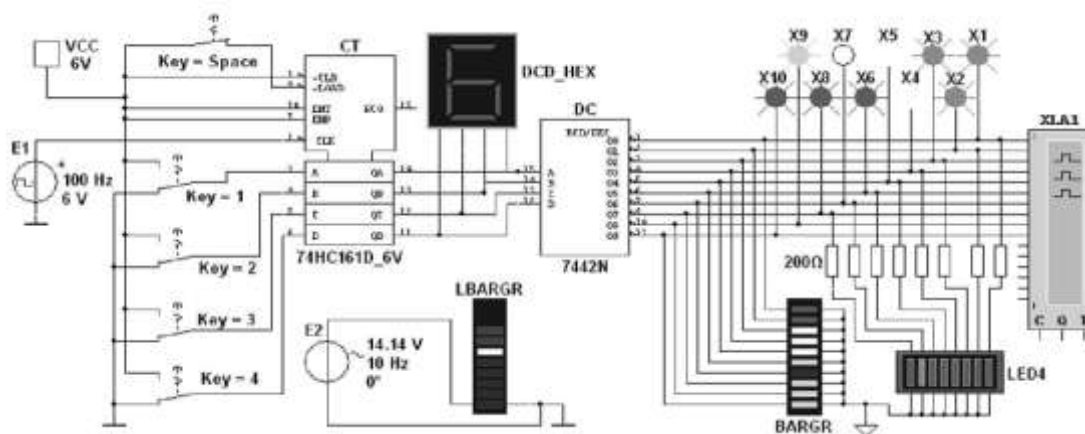

Рисунок 19 – Схема с индикаторами
3.1. Собрать схему (рис. 19) для демонстрации работы индикаторов (пробников, дисплея, линейки светодиодов) на рабочем поле среды MultiSim.